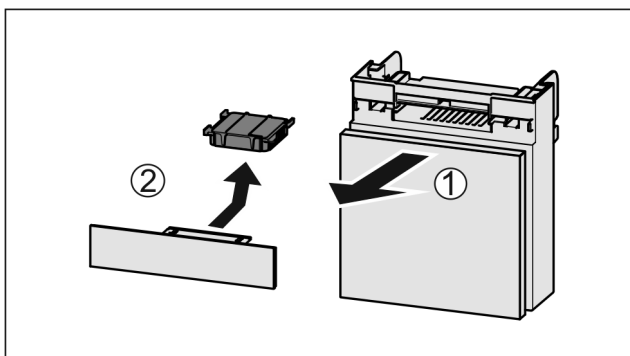

Fig. 151
- Træk rummet fremad Fig. 151 (1).
- Tag aktivkulfilteret Fig. 151 (2) ud.